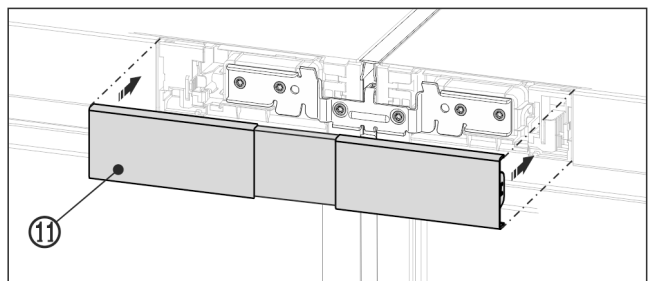

Fig. 24 Illustrationen är ett exempel
- Fäst den övre täckplattan Fig. 24 (11) över mellanrummet som fortfarande är öppet mellan de båda kontrollpanelerna. Kontrollera då att täckplattans yttersidor befinner sig på samma plan som kontrollpanelerna.